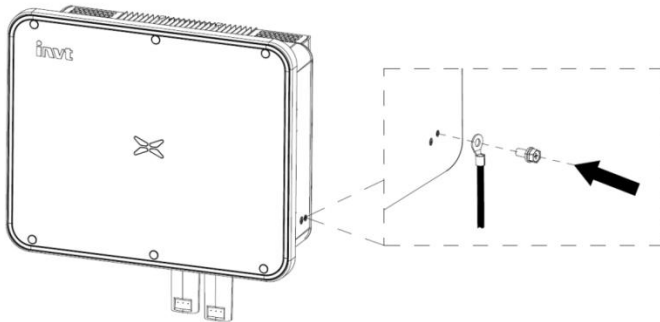

Abb. 5.2 PV-Erdung
(1) Schließen Sie, wie in Abb. 5.2 gezeigt, das Ausgangskabel des PV-Strangs am DC-Anschluss des Wechselrichters an. Lösen Sie die Befestigungsmutter des Steckverbinders, entfernen Sie die 15 mm dicke Isolierung des DC-Kabels und verwenden Sie eine Crimpzange, um den Standardanschluss festzudrücken. Das Anzugsdrehmoment des wasserdichten Teils am Ende beträgt 2,5 - 3 Nm. Die Verdrahtung der positiven und negativen Anschlüsse ist entsprechend. Vergewissern Sie sich, dass die positiven und negativen Pole des PV-Strangs korrekt mit den positiven und negativen Anschlüssen übereinstimmen, und schließen Sie sie dann fest an.